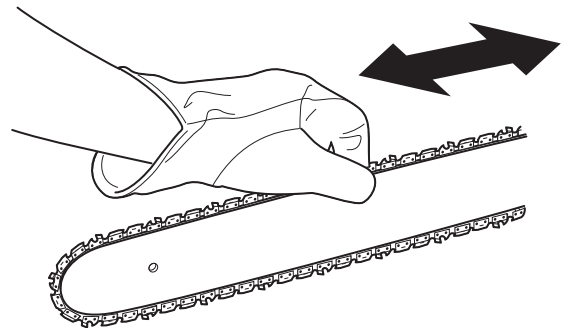

Fig. 26
3. Mantenga arriba la punta de la barra guía y mueva la cadena de la sierra hacia atrás y hacia adelante a lo largo de la barra guía (Fig. 26). Compruebe que la cadena de la sierra se mueve libremente y está en el engrane apropiado con la rueda dentada. Si la cadena de la sierra no se mueve con facilidad, gire lentamente la perilla de tensión de la cadena en el sentido contrario a las agujas del reloj para aflojar la cadena de la sierra.